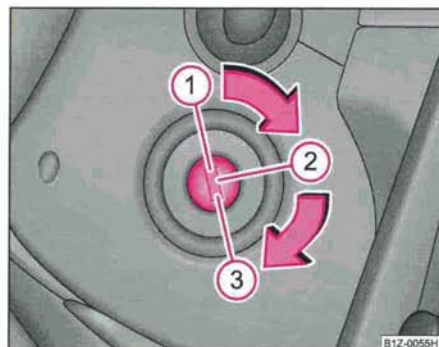

Fig. 128 Positions de l'antivol de direction
- Coupez le moteur en tournant la clé de contact sur la position  ⇒ page 140, fig. 128